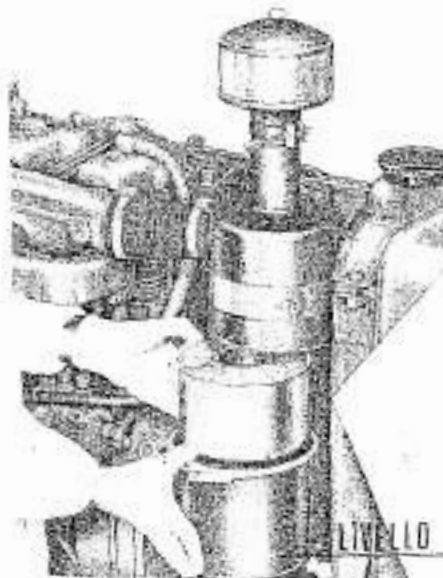

FIG. 37 - Filtre à air à bain d'huile
- Vérifier le niveau de l'huile. Le moteur doit être arrêté depuis au moins 15 minutes pour que l'huile absorbée par la cartouche filtrante puisse se déposer de nouveau dans la cuvette. Le niveau de l'huile doit atteindre la hauteur du rebord prévu dans la cuvette (Fig. 37). Si besoin est, ajouter de l'huile.